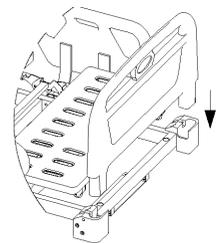

Рисунок 4
- Торцеві бильця легко монтуються (демонтуються) з рамою ліжка (рис. 4). Розташуйте бильце як показано на рис. 3 та перемістіть його у напрямку стрілки до повної фіксації.